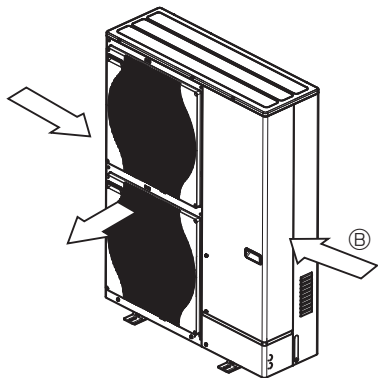

Fig. 2-5
- ③ Postavite jedinicu tako da odvod vazduha duva okomito u odnosu na pravac duvanja vetra, ako je moguće. (Fig. 2-5)